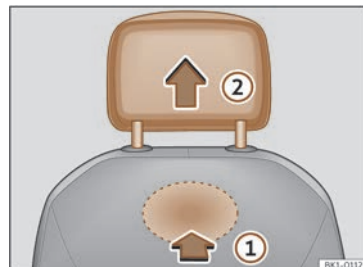

Abb. 71 Kopfstütze vorne ausbauen.
- Lokalisieren Sie zum Entriegeln der Kopfstütze die Aussparung im markierten Bereich auf der Rückseite der Sitzlehne und drücken Sie in Pfeilrichtung >>> (**Abb. 71**) ①.
- Ziehen Sie die Kopfstütze in Pfeilrichtung ② heraus.